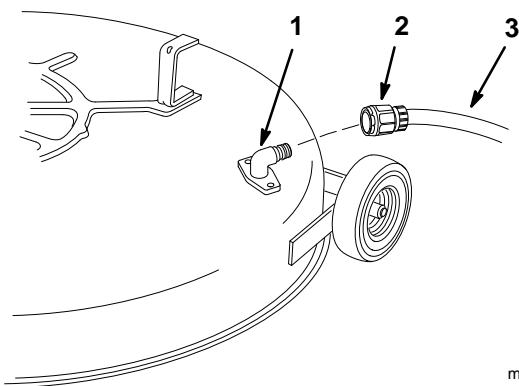

Figure 22
7. A l'aide d'une lime, aiguiser le tranchant aux deux extrémités de la lame (Fig. 22).
Vérifier la lame de coupe chaque fois que la machine est dressée sur l'arrière. Si le boulon de fixation de la lame est desserré, le serrer à 61–81 Nm. Remplacer la lame ou le bord relevé (Fig. 22) à l'extrémité de la lame s'il est usé, érodé ou fendu. Remplacer la lame si elle est tordue. Toujours utiliser les véritables lames de rechange TORO afin de garantir une sécurité et performance optimales. **NE JAMAIS UTILISER DE LAMES DE RECHANGE WILL–FIT.**
2. Visser la douille de raccordement du tuyau au raccord de lavage de la tondeuse et ouvrir l'eau à fond (Fig. 22).